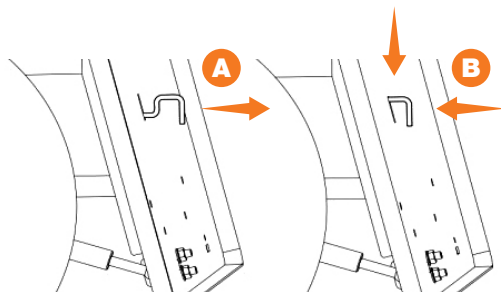

Рис. 4
- Переведите и нажмите скобу (расположенную на задней стороне трактора под травосборником) подключения трансмиссии в положение выключено **В** (Рис. 4), и скатите трактор с поддона.